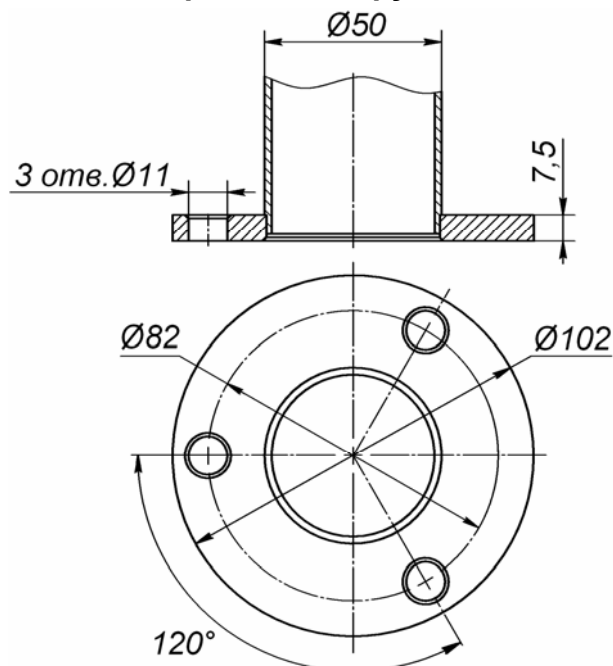

Рисунок 11. Расположение отверстий под анкерные болты во фланцах стоек
3. Поставьте первую стойку в необходимом месте на установочную поверхность таким образом, чтобы расположение патрубков соответствовало необходимому расположению поручней. Придерживая стойку, разметьте через отверстия для анкерных болтов во фланце (см. рис. 11) расположение трех отверстий под анкеры на установочной поверхности. Положите стойку.
2. От центров разметьте точки крепления фланцев вертикальной и опорной стоек секции ограждения к установочной поверхности, как показано на рис. 11 и 13 – две группы по три отверстия $\text{Ø}16 \times 65$ под анкеры.
2. От центров разметьте точки крепления фланцев стоек секции ограждения, как показано на рис. 11 и 13 – две группы по три отверстия Ø16×70 под анкеры.